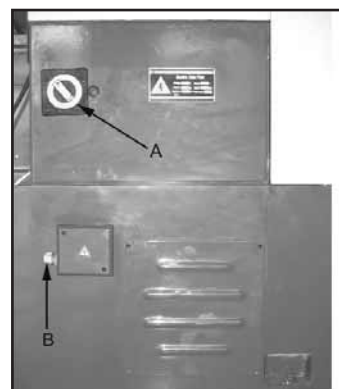

Fig. 9
**Hovedafbryder:** (A, Fig. 9) Tænder og slukker for maskinen.
**Kabelindgang til strømforsyning:** (B, Fig. 9) Kontroller, at drejbænken er korrekt jordforbundet.